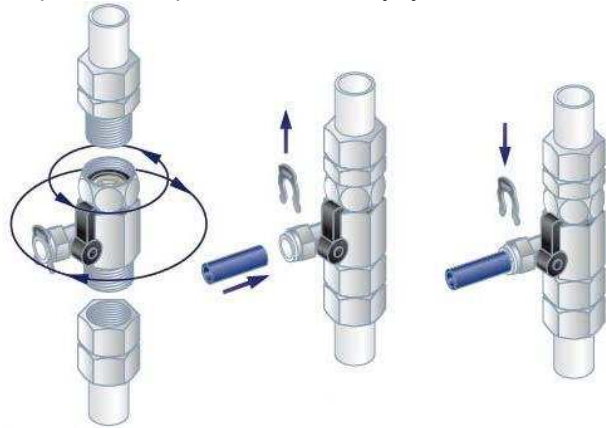

Рисунок 2
8. Узел подключения: (рис. 2)	1 шт.
ВНИМАНИЕ! При подсоединении узла подключения (рис. 2) нельзя прилагать значительные усилия, чтобы его не повредить. В случае любого механического повреждения узла подключения при неправильной установке и использовании претензии приниматься не будут.